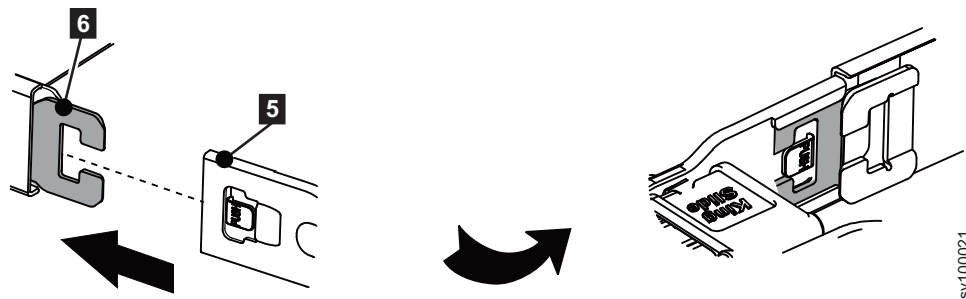

Figura 26. Instale o outro membro externo
4. Instale o conector do suporte para organização de cabos oposto (**5**) na base do conector do suporte para organização de cabos externo oposta (**6**). Consulte Figura 26.